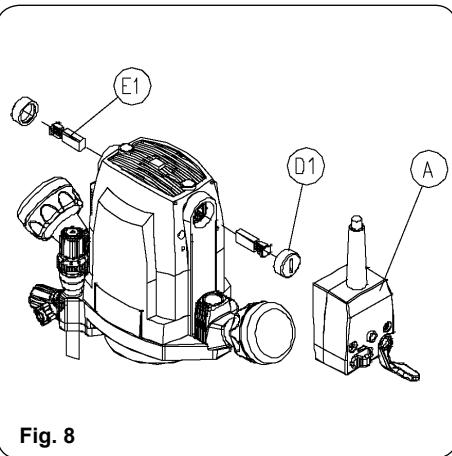

Fig. 8
14. ЗАМЕНА ЩЕТОК (РИС. 8)
ВНИМАНИЕ: Перед проведением любых ремонтно-профилактических мероприятий отключите аппарат от сети. Если длина щеток становится меньше 5 мм, то щетки следует заменить. Для этого снимите блок управления A (рис. 8),
вывинтив соответствующие винты. Снимите заглушки гнезда щеткодержателя D (рис. 8), которые удерживают щетки E1 (рис. 8), и замените щетки новыми (используйте оригинальные запчасти VIRUTEX).